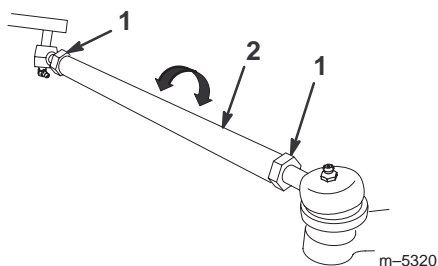

Figure 35
3. Si la valeur obtenue n'est pas comprise dans la plage spécifiée (reportez-vous aux dimensions et aux paramètres mentionnés au début de cette procédure), desserrez les contre-écrous à chaque extrémité des biellettes (Fig. 35).